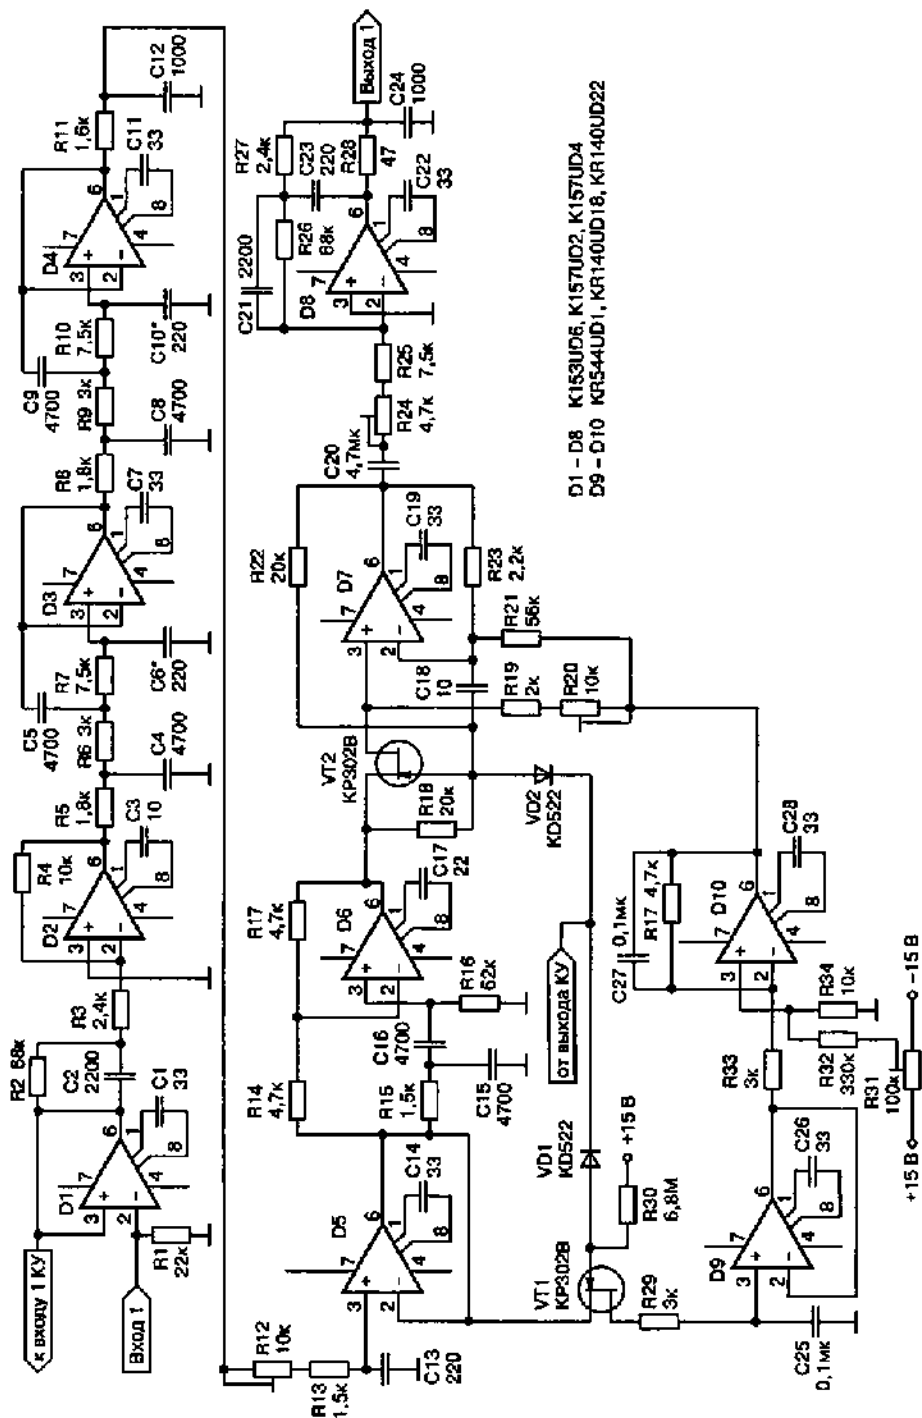

Рис. 2.10. Принципиальная схема канала обработки сигнала
В КОС (рис. 2.10) звуковой сигнал с выхода буфера D1 поступает на узел предискажений R2C2R3D2 с постоянными времени  $\tau_1=150$  мкс и  $\tau_2=5,3$  мкс, где осуществляется подъем ВЧ и завал НЧ-составляющих сигнала.
**Настройка.** Прежде всего, необходимо отрегулировать КОС (рис. 2.10): регулятором R31 установить величину постоянного смещения на выходе D10 в отсутствие входного сигнала, равной смещению на выходе D6 с погрешностью не более 1 мВ. Переключить левый по схеме вывод R5 на выход входного буфера D1, подав на вход устройства сигнал от генератора, отрегулировать максимально плоскую АЧХ фильтра D3D4D5 в диапазоне 10—19 кГц с помощью R12 (иногда может потребоваться подбор C6, C10).